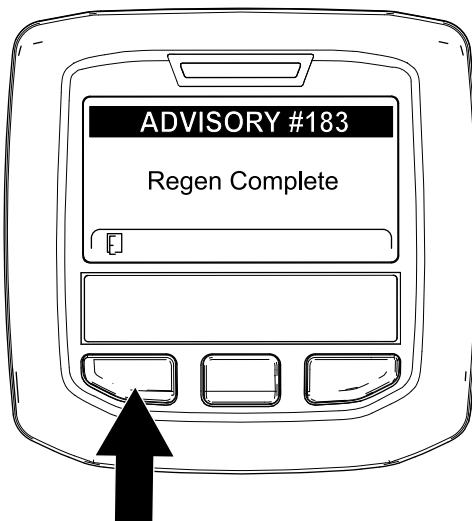

図 59
9. 駐車再生 やリカバリ再生が終了すると、インフォセンターにアドバイスNo. 183 が表示される図 59。左ボタンを押してホーム画面に戻る。
注 再生に失敗した場合は、インフォセンターにアドバイス No. 184 図 59 が表示される。左ボタンを押してホーム画面に戻る。